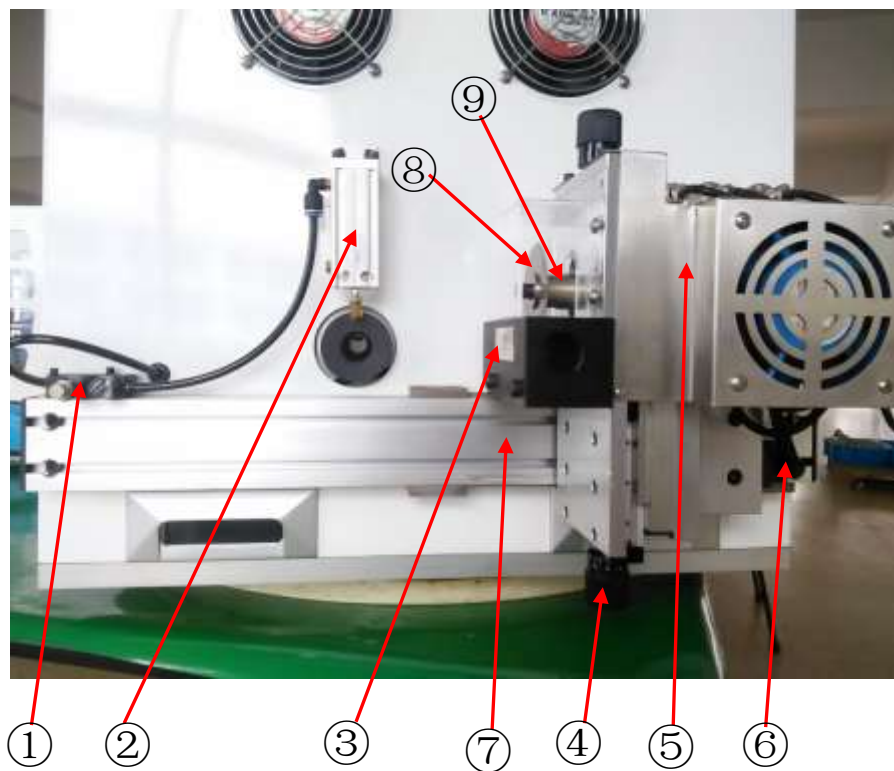

图 1-5
①进料口座 ②进料孔 ③检测棒 ④进料导管-滚轮 ⑤导线孔 ⑥导线 ⑦导电柱
5、波纹管出口（如图 1-5）